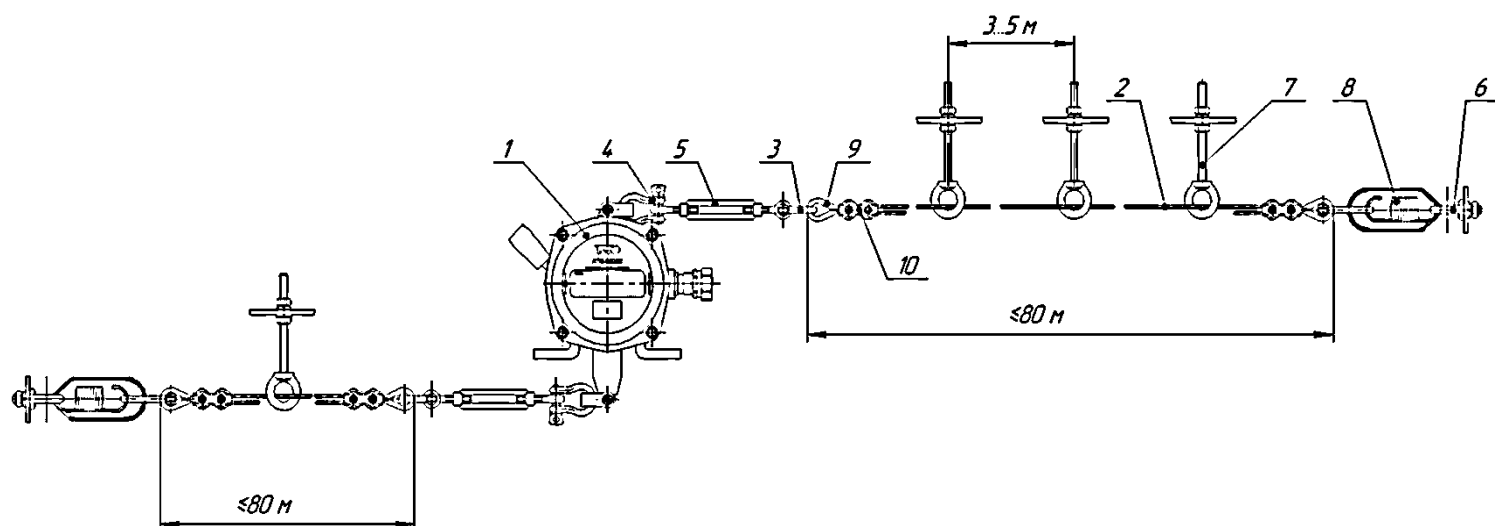

Рис.4 – Схема установки тросового комплекта
6.2. АТВ поз.1 (Рис.4) установить на ставе конвейера. Рекомендуемые расстояния между промежуточными опорами поз.7 (Рис.4) и длина троса указаны на схеме.
6.3. Продеть тросы поз.2 (Рис.4) в направляющие петли промежуточных опор поз.7 (Рис.4) (рекомендуемое расстояние между опорами 3-5 метров). Отрегулировать по месту длину тросов, сформировать на концах петли при помощи коушей поз.9 (Рис.4) и тросовых зажимов поз.10 (Рис.4). Максимальная рекомендуемая длина тросов - не более 80 метров, (Рис.4).
6.4. Присоединить тросы к рым-болтам промежуточных опор поз.7 (Рис.4) на неподвижных опорах с помощью демпфирующих пружин поз.8 (Рис.4). К противоположным концам тросов при помощи такелажных скоб поз.4 (Рис.4) прикрепить талрепы поз.5 (Рис.4). Талрепы при помощи скоб поз.3 (Рис.4) прикрепить к скобам на коромысле выключателя. Тросы должны иметь натяжение, достаточное для исключения сильного провисания. Натяжение тросов регулируется при помощи талрепов.